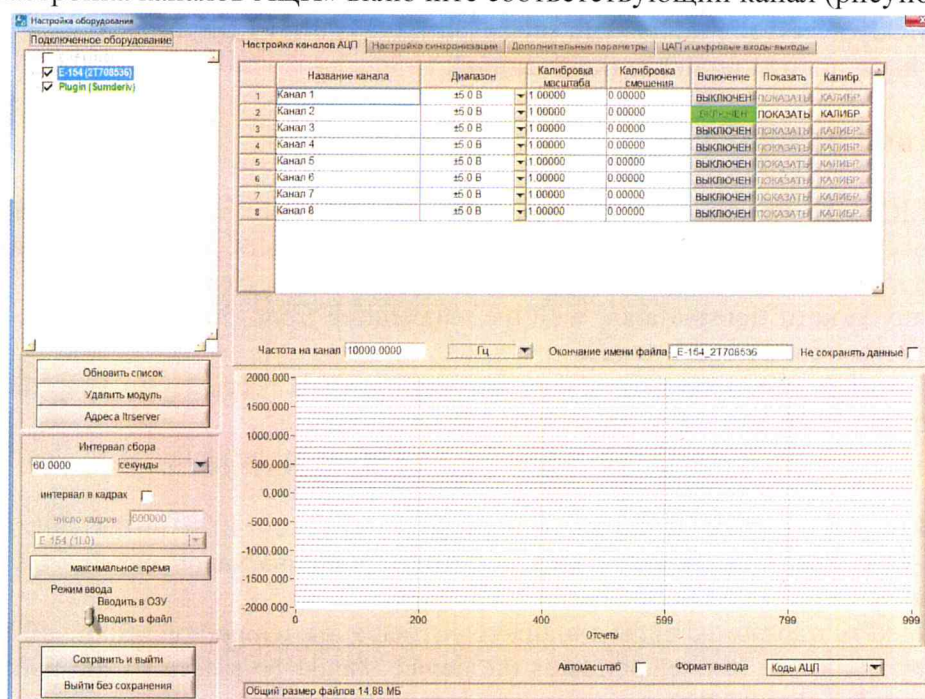

Рисунок 25. Параметры АЦП
- 2) В окне «Настройка каналов АЦП» включите соответствующий канал (рисунок 25);